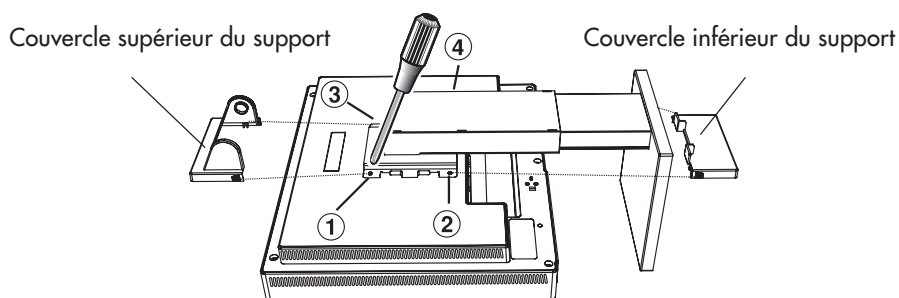

Figure S.2
4. Retirez le couvercle du support en faisant glisser les parties supérieures et inférieures hors du support (Figure S.2)
5. Retirez les quatre vis connectant le moniteur au support et soulevez l'ensemble support (Figure S.2). Le moniteur est maintenant prêt pour un montage différent.